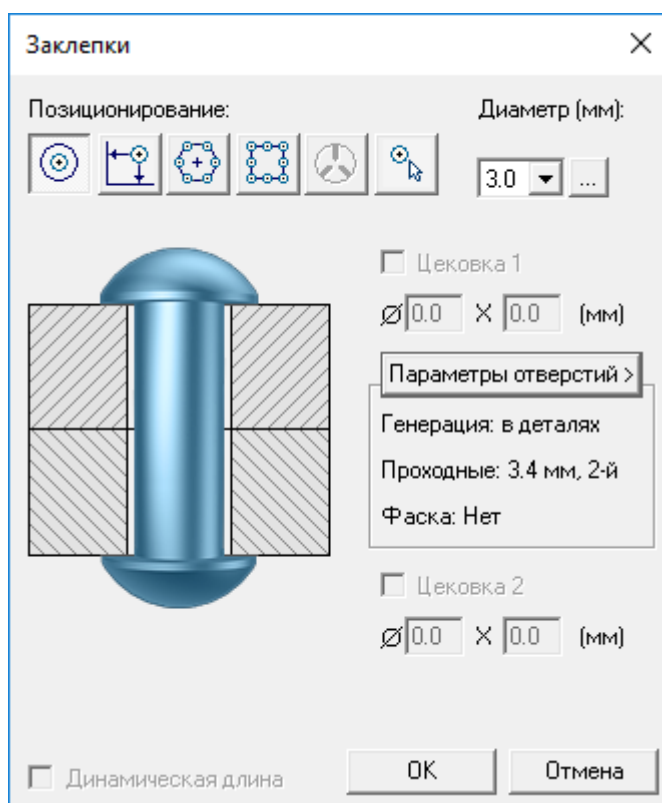

Рисунок 3-31
2. В диалоге окна размещения элемента определить тип заклепки (Рисунок 3-31). Тип заклепки определяется в слайдовом меню (п.3.4.1).